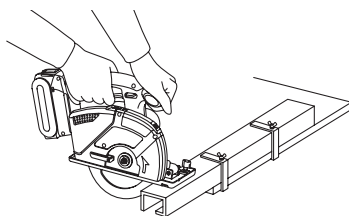
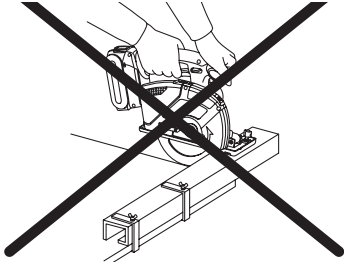

Fig. 12
Fig. 13
1. Placer la partie large de la semelle sur le côté de la pièce à découper qui est solidement soutenu (Fig. 12), jamais sur la partie qui doit chuter une fois la coupe effectuée (Fig. 13). Tenir fermement l'outil pour éviter toute perte de contrôle. Un travail négligent peut provoquer des blessures graves.
La Figure 12 présente une position de sciage correcte. Noter que les mains sont tenues à l'écart de la zone de coupe.